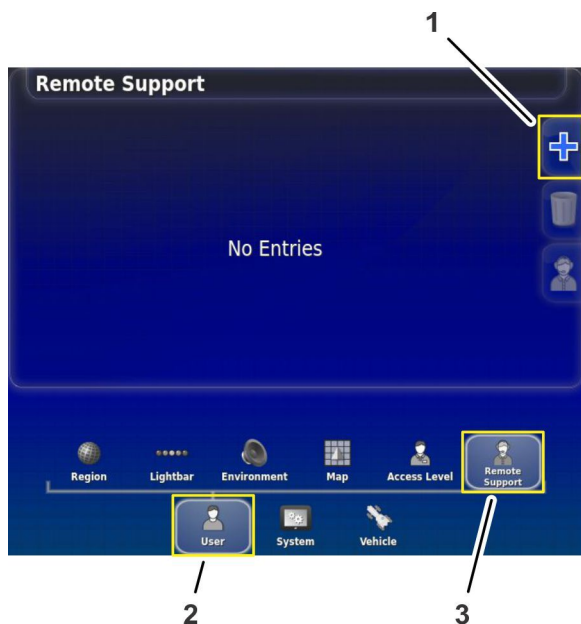

Bild 212
2. Tippen Sie im Einrichtungsbildschirm auf das Symbol BENUTZER und das Symbol FERNUNTERSTÜTZUNG (Bild 212).
3. Wenn im Fenster Fernunterstützung keine Support-Desk-Einträge angezeigt werden, tippen Sie auf das Symbol SUPPORT-DESK HINZUFÜGEN (Bild 212).